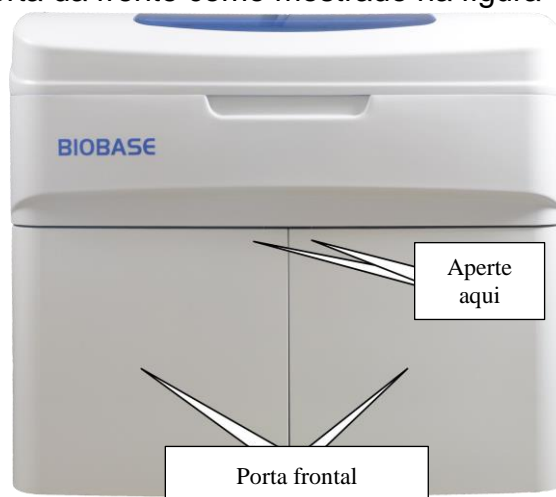

Figura 13-42 Abra a porta
1. Abra a porta da frente como mostrado na figura 13-42.